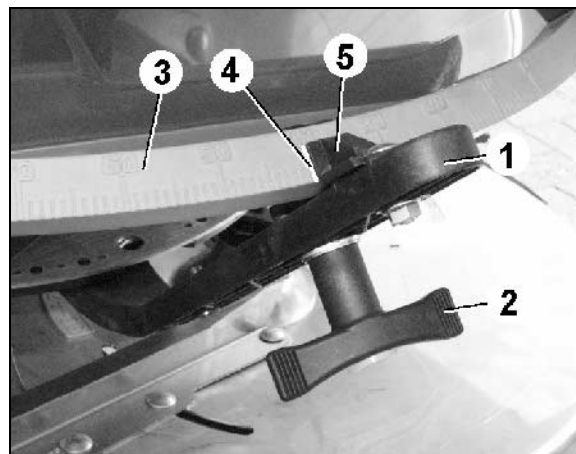

Fig. 45
2. Løsne vingemutteren (Fig. 45/2).
3. Finn den nødvendige spjeldstillingen på skalaen (Fig. 45/3).
4. Still avlesekannten (Fig. 45/4) til stillespakviseren (Fig. 45/5) på skalaverdien.
5. Trekk vingemutteren (Fig. 45/2) godt til igjen.